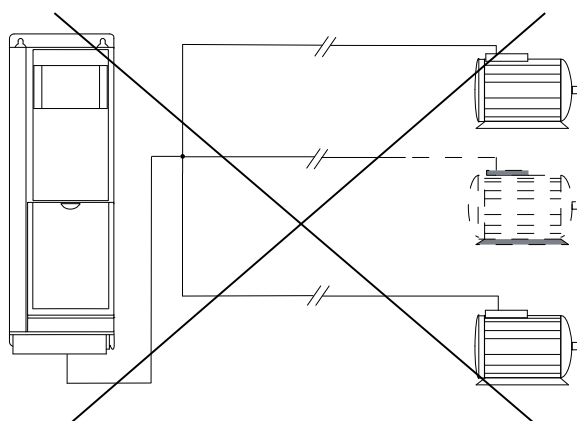

Ilustración 3.12 Conexión de punto común para longitudes del cable largas
- No utilice conexiones de punto común para longitudes de cable largas, consulte la Ilustración 3.12.